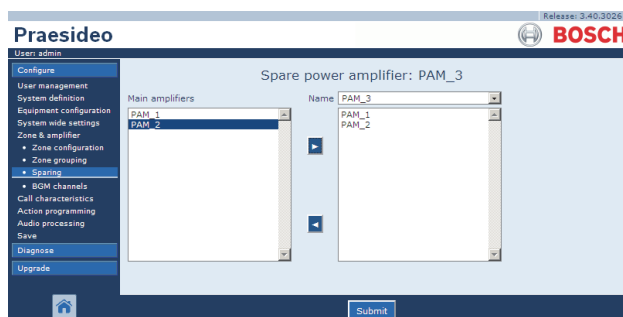

figura 46.13: Elementi ausiliari, passaggio 3
- 3 Selezionare l'amplificatore principale da assegnare all'amplificatore ausiliario dalla casella a sinistra (vedere figura 46.13).